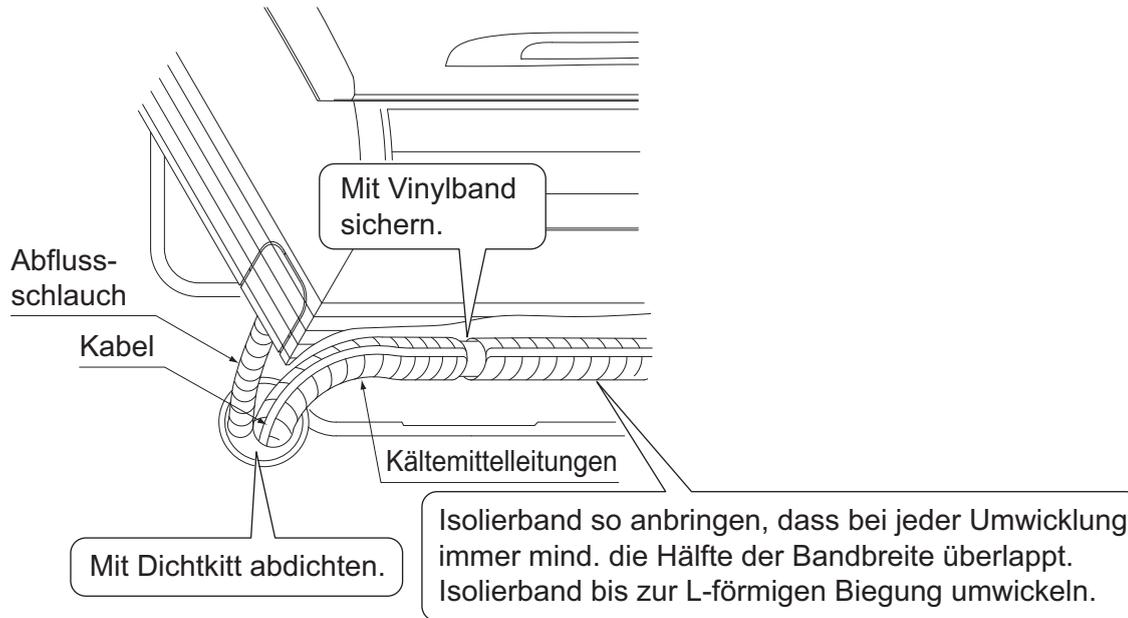

Abb. 12
(5) Führen Sie die Verkabelung der Geräte, die Erdungskabel und Fernbedienungskabel durch die Kabelführung und dann von der Rückseite des Innengeräts nach vorne herein.
(6) Schließen Sie die Rohrleitungen an. (Siehe "6. VERLEGEN DER KÄLTEMITTELLEITUNGEN" und Abb. 12)